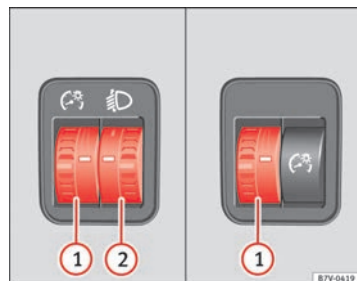

Fig. 62 Al lado del volante: reguladores de la iluminación de los instrumentos y los mandos ① y del alcance de las luces ②.
① Iluminación de los instrumentos y los mandos
Con las luces encendidas se puede regular la intensidad de la luz de los instrumentos y los mandos girando el mando → fig. 62 ①.
② Regulación del alcance de las luces